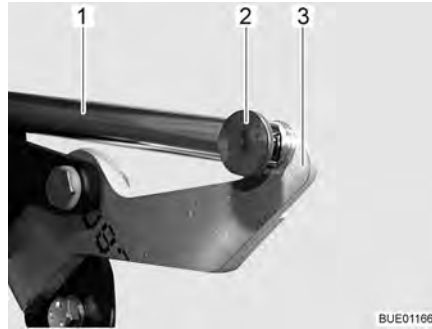

Fig. 89 Entrainement
- Retirer la jonction (par ex. goupille et broche) (Fig. 89,2) entre la tige de poussée (Fig. 89,1) et le levier (Fig. 89,3).